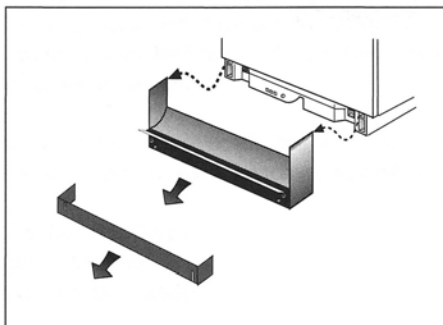

Figure 25
- Enlever le panneau du bas (figure 25).